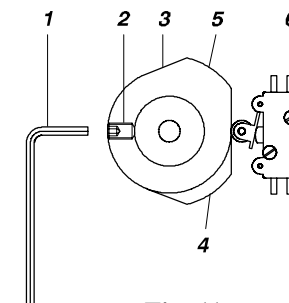

Fig. 11
Com a chave allen [Fig. 11 (1)] existente no accionador, afrouxar os parafusos [Fig. 11 (2)] e colocar os excêntricos
[Fig. 11 (3)] na posição do desenho, ficando-os a seguir. Conectar o accionador e premir  Para abrir a porta.
No caso da porta se fechar, voltar a premir para inverter a manobra. O excêntrico inferior [Fig. 11 (4)] aproximar-se-à de um dos micro-interruptores [Fig. 11 (6)]. Antes que o excêntrico toque no micro-interruptor, dispará-lo com uma chave de fendas e o motor parará.
[Fig. 11 (5)] aproximar-se-à do outro micro-interruptor, que dispararemos com a chave de fendas, parando de novo o motor.